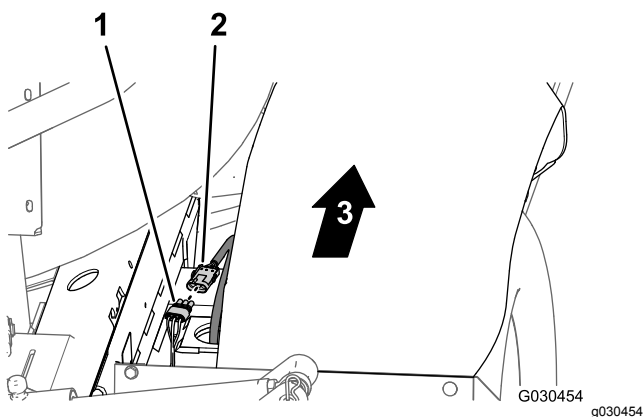

Figura 22
1. Nella parte posteriore della macchina (tra il tubo del telaio di destra e il parafrangente di destra), scollegate il connettore a 3 pin del cablaggio del sensore di velocità nel motore idraulico della trazione di destra dal connettore a 3 prese del cablaggio principale posteriore (Figura 22).